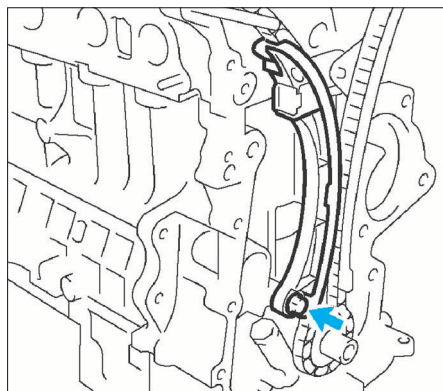

FIG. 38
- Déposer le guide-tendeur de chaîne (fig. 38).
- Reposer le carter de chaîne de distribution (fig. 38).